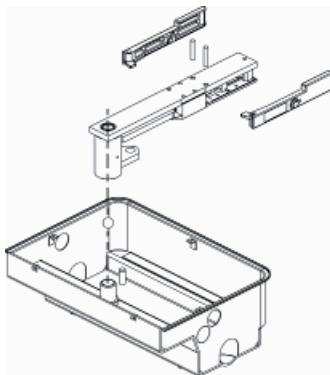

Fig. 8
- Fixer les leviers de déblocage à la patte de support du portail et la monter sur l'axe du caisson portant sans oublier d'engager la bille fournie (Fig. 8).